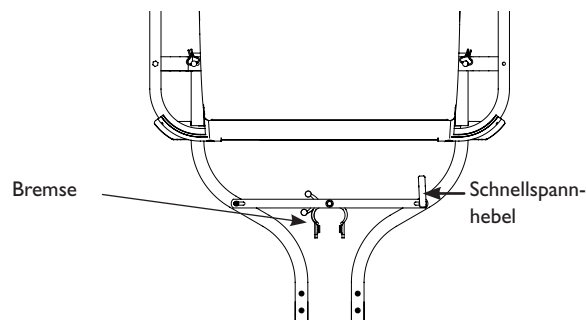

Abbildung 2
1. Platzieren Sie das Jogging-Set mit der Bremse nach unten an der Anhängersfront. Die Bremsarme müssen nach vorne zeigen. Öffnen Sie den Schnellspannhebel auf der Querstrebe (s. Abbildung 2).
- Platzieren Sie das Jogging-Set mit der Bremse nach unten an der Anhängerfront. Die Bremsbeläge müssen nach vorne zeigen (s. Abbildung 2).